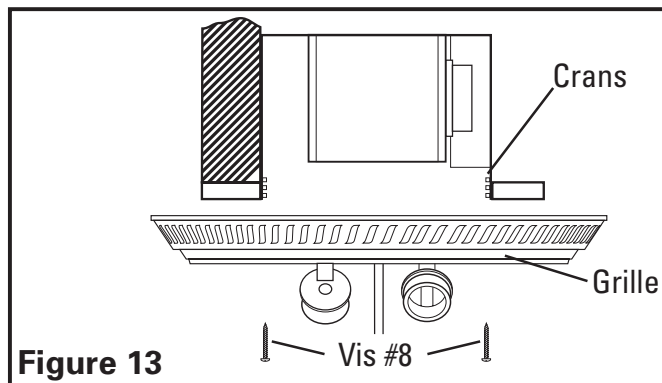

Figure 13
5. Aligner les fentes dans la grille avec les crans à l'intérieur du châssis. Insérer les vis # 8 incluses au travers des fentes de la grille dans les crans du châssis. Serrer les deux vis jusqu'à ce que la grille s'ajuste fermement au plafond. **NE PAS SERRER A OUBRANCE** (**Figure 13**).